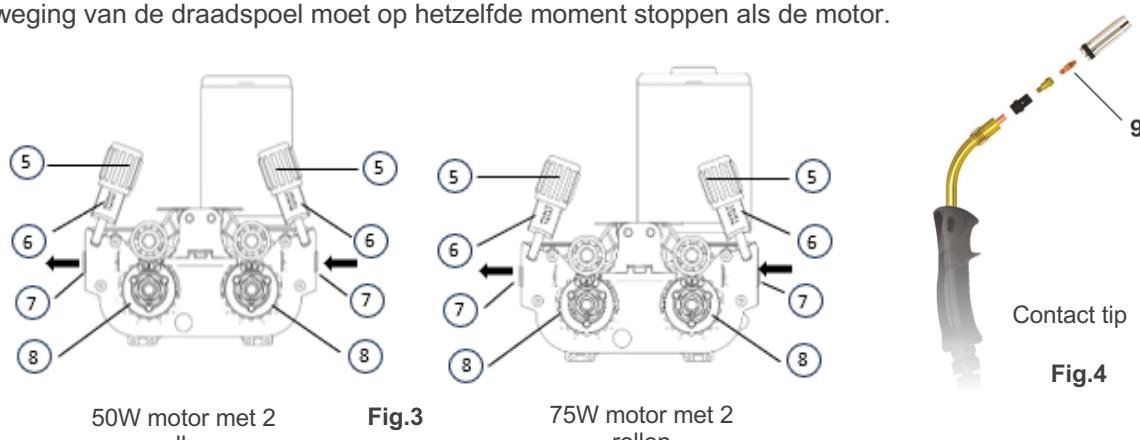

Fig.3
- De rollen (8- Fig.3) en de contacttip van de toorts (9- Fig.4) moeten overeenkomen met de diameter van de te gebruiken draad.
- Steek de draad door de rollen (8- Fig.3) en de draadgeleider (7- Fig.3) en schuif hem met de hand enkele centimeters vooruit. Sluit de trekhendels (6- Fig.3) en controleer of de draad op de groef van de rol ligt. Om de druk van de trekhendels op de draad af te stellen, moet de stelschroef (5- Fig.3) voorzichtig worden aangedraaid totdat